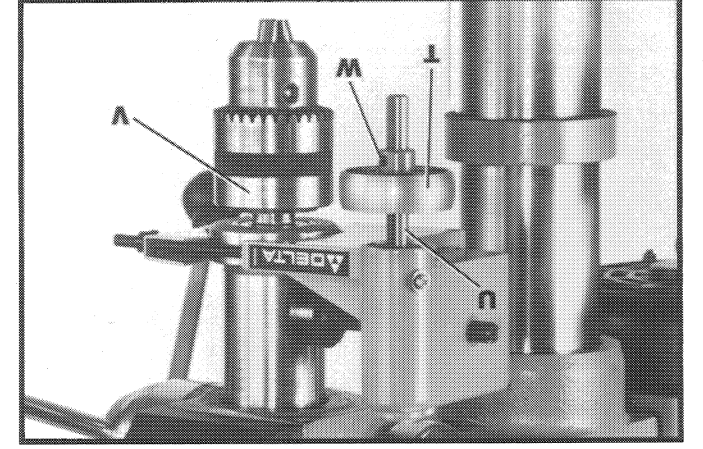

Fig. 14
12. Ensamble la polea (T) Fig. 14 al eje del cárter (U) como se ilustra aquí. Alinee la polea (T) con el tope del casquillo del mandrino (V) y apriete el tornillo de presión (W) contra la parte plana del eje del cárter (U).